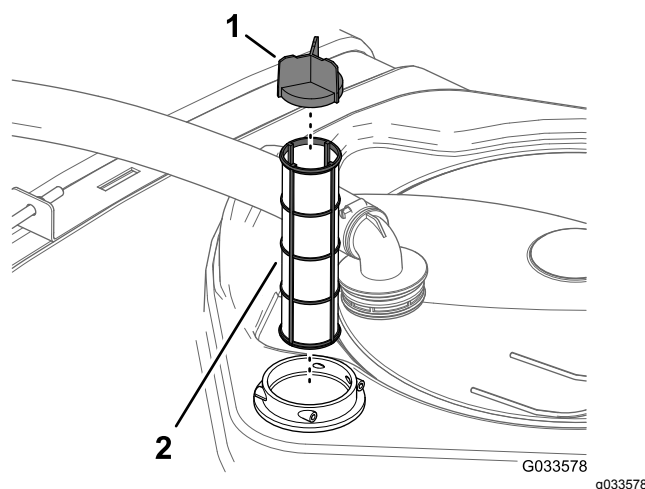

Figure 52
4. Sortez la crépine d'aspiration du logement du filtre dans la cuve (Figure 52).